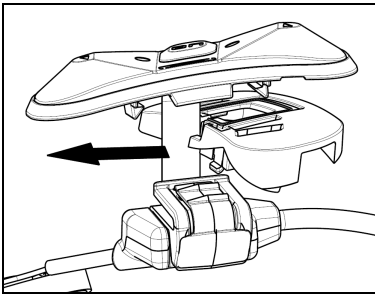

Abb. 14
- Bringen Sie am Flex-Kabel der Tastenvorrichtung die eigens für Ihren Helm vorgesehene Halterung an (Abb. 14);